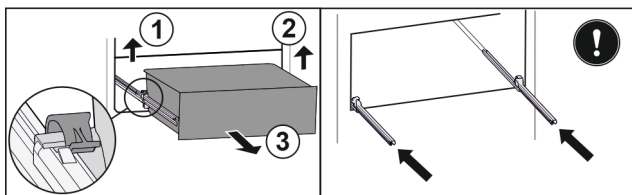

Fig. 35
- ▶ Linker klem optillen en gelijktijdig de lade links naar voren trekken Fig. 35 (1).
- ▶ Rechter klem optillen en gelijktijdig de lade rechts naar voren trekken Fig. 35 (2).
- ▶ Lade er naar voren uitnemen Fig. 35 (3).